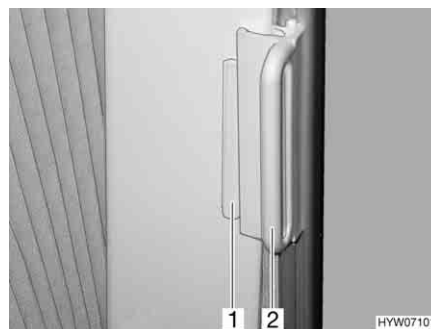

Fig. 87 Estor plegable, ventana de la cabina del conductor
Cerrar: ■ Coger los estores plegables por el tirador (Fig. 87,2) y cerrarlos cuidadosamente hasta que el cierre magnético lo mantenga en esta posición.
- Desplazar el tirador (Fig. 87,2) hasta la pieza sobrepuesta (Fig. 87,1). El estor plegable queda asegurado.